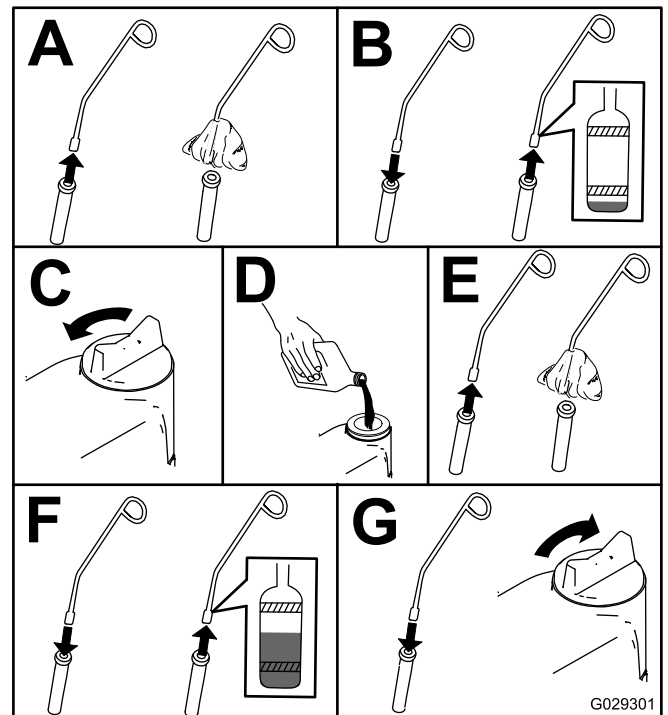

Bild 37
4. Kontrollieren Sie den Ölstand wie in **Bild 37** gezeigt.